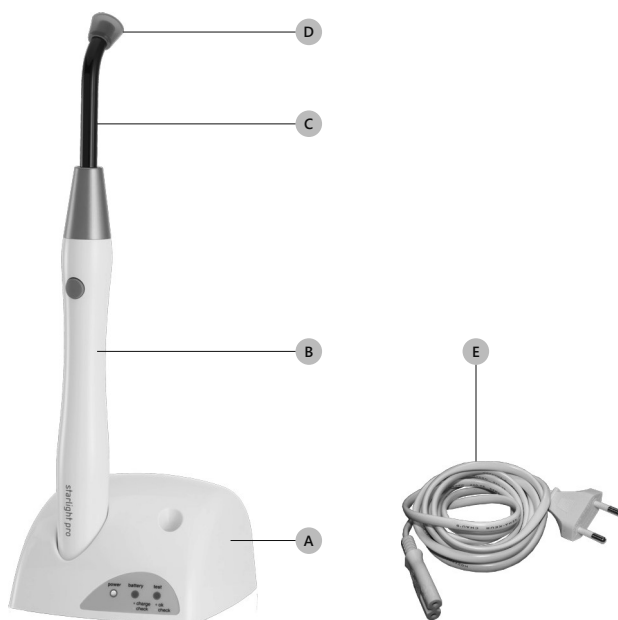
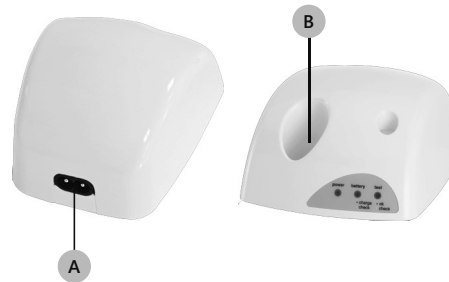

Figura 4 – Elenco dei Componenti
Figura 5 – Base di ricarica.
ⓘ ATTENZIONE: Ricaricare la batteria utilizzando esclusivamente la stazione di ricarica Mectron (*Figura 4 a pagina 8 - Rif. A*). Non tentare la ricarica con cariche batterie generici. Pericolo di esplosioni e di incendio.
Fare riferimento alla Figura 4 a pagina 8:
⚠ PERICOLO: Non introdurre oggetti metallici nel porta-manipolo della stazione di ricarica (Figura 5 a pagina 10 - Rif. B), né inserire le dita quando l'apparecchio è acceso.
2. Inserire il cavo di alimentazione dell'energia elettrica (Figura 4 a pagina 8 - Rif. F) nella connessione posta sul retro dell'apparecchio (Figura 5 a pagina 10 - Rif. A) e quindi nella presa a muro. Il LED verde "power" si accenderà (Tabella 1 a pagina 11 - Rif. A).
1. Inserire il manopolo dentro la sede della stazione di ricarica (Figura 5 a pagina 10- Rif. B). Il LED verde battery si accende (Tabella 1 a pagina 11 - Rif. B).
1. Inserire il manipolo dentro la sede della stazione di ricarica (Figura 5 a pagina 10- Rif. B). Il LED verde battery si accende (Tabella 1 a pagina 11 - Rif. B).
⚠ ATTENZIONE: Ricaricare la batteria utilizzando esclusivamente la stazione di ricarica Mectron (Figura 4 a pagina 8 - Rif. A). Non tentare la ricarica con carica batterie generici. Pericolo di esplosioni e di incendio.